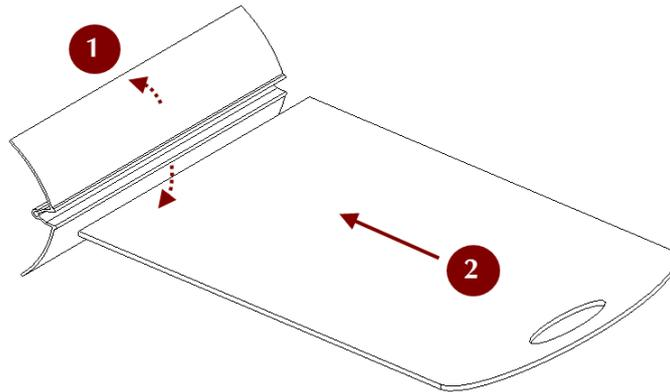

Abbildung 145: Den Träger zusammensetzen.
3. Das Bord gemäß Abb. 145 in den Spalt einführen.